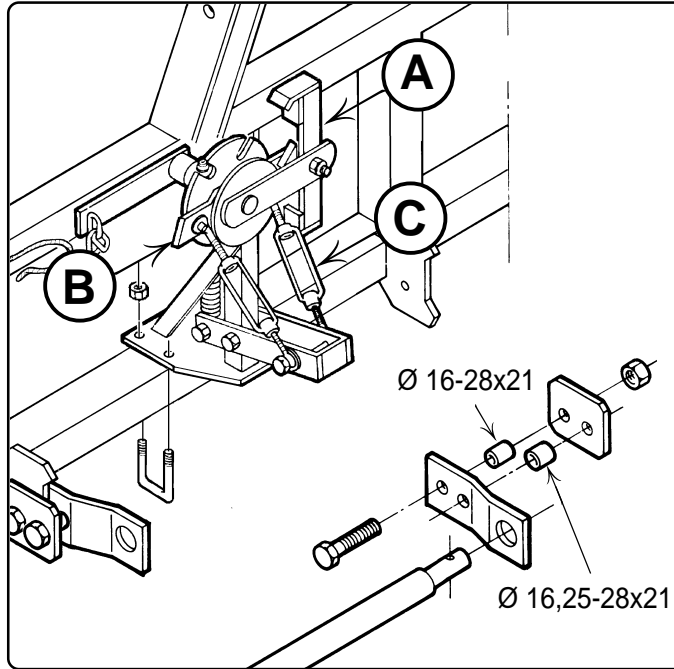

Fig. 5
- Comando automatico, optional (Fig. 5);
- *Automatic control (Fig. 5);*
- Steuerung in Automatik - Optional (Abb. 5)
- *Commande automatique, en option (Fig. 5);*
- Accionamiento automático, opcional (Fig. 5);